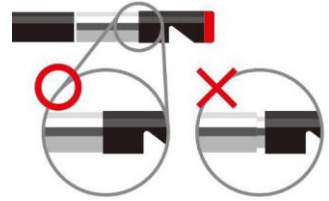

図 54
- ・レンズアクセサリはロックリングで確実に固定してください。(図 54) 脱落する恐れがあります。ただし 1.2kgf・cm 以上の力で締め付けしないでください。また先端保護チューブもプローブケーブルを挿入時、引き抜く時など作業中に脱落する恐れがあります。十分ご注意ください。